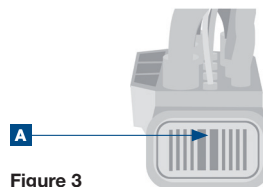

Figure 3
- 14 Déverrouillez et déconnectez le connecteur X26 (figure 3)
- Retirez le dispositif de verrouillage (A)